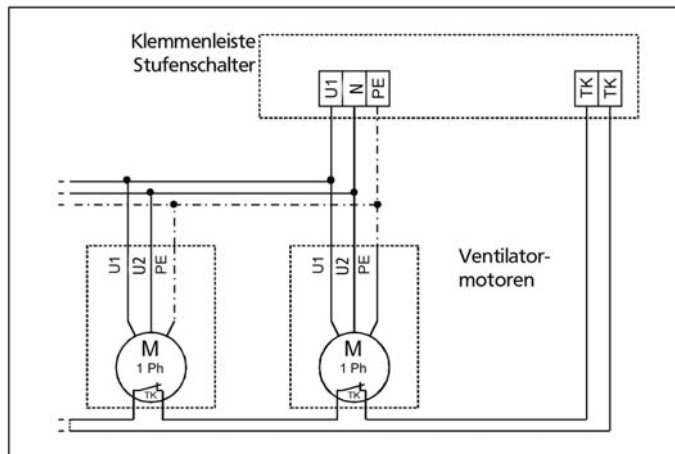

Abb. 2: Parallelschaltung
- Alle Motorwicklungen sind parallel zu schalten (siehe Schaltbild Abb. 2).
- Alle Thermokontakte sind in Reihe zu schalten (siehe Schaltbild Abb. 2).